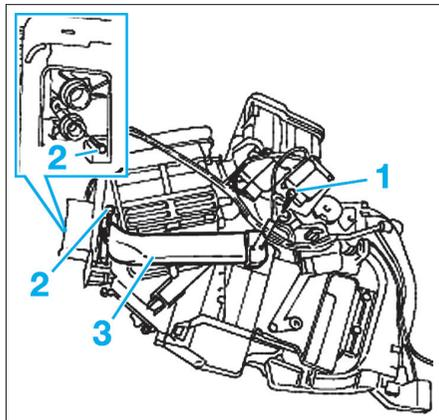

Fig. 14
- Déposer (Fig.14):
- les vis (1) du tuyau d'évaporateur,
- les vis de fixation (2) du conduit d'évaporateur.
- Déboîter le tuyau (3) de l'évaporateur et le déposer.